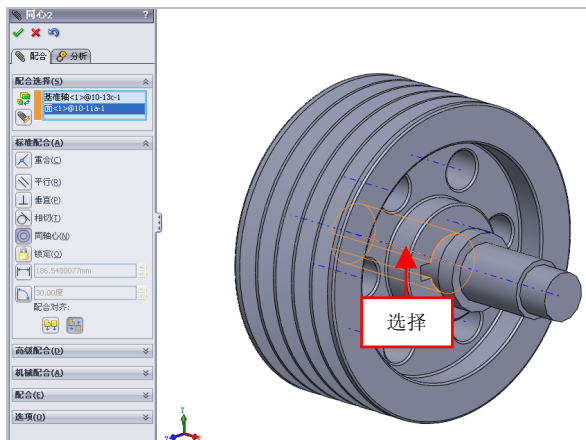

图 10-14 选择合适的边线
(5) 显示临时轴，在绘图区中，依次选择左下方模型的临时轴和右上方模型的合适边线，如图 10-14 所示。